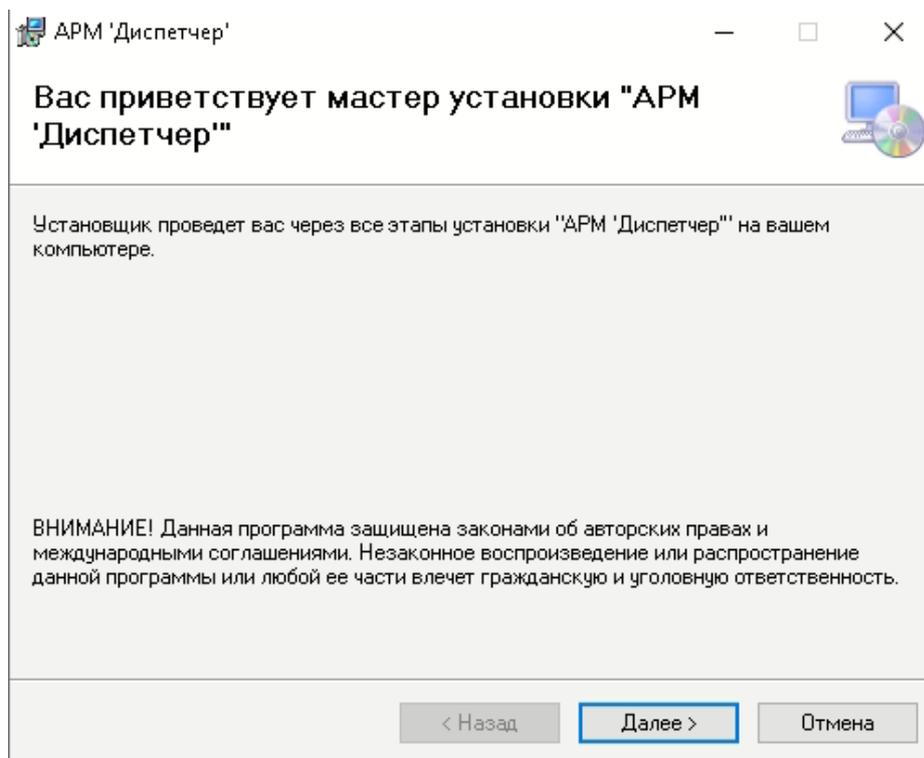
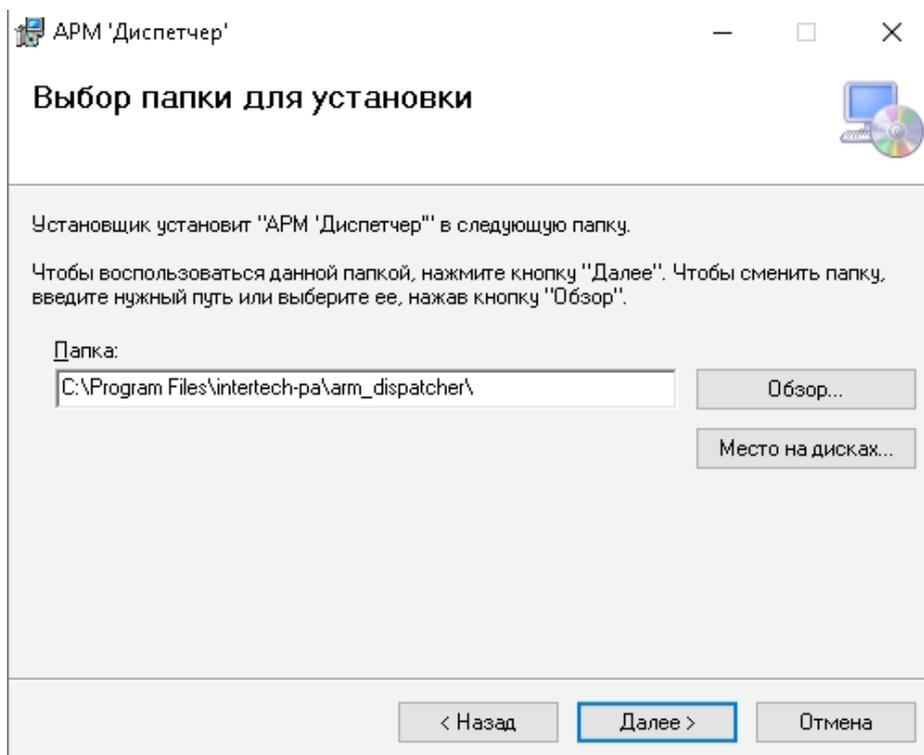

Рисунок 4 – Окно установщика
Рисунок 5 – Выбор папки для установки
– запустить установочный файл setup.exe. На экране появится окно установщика (рисунок 4);
– в открывшемся окне нажать кнопку «Далее» (см. рисунок 4). При необходимости отредактировать путь к папке для установки программы (рисунок 5). Нажать кнопку «Далее» (см. рисунок 5);